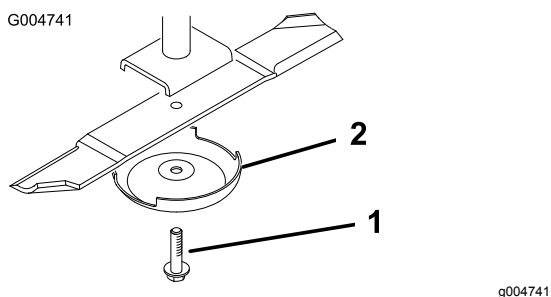

Figura 144
- Afferrate l'estremità della lama utilizzando un panno o un guanto imbottito e rimuovete il bullone della lama, la coppa antistrappo e la lama dall'asse del fusello (Figura 144).